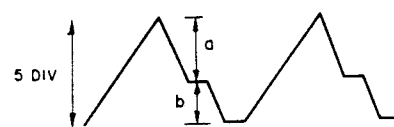

Fig. 14-7 Forme d'onde
3. Si la forme d'onde est semblable à celle de la Fig. 14-7, faire varier le gain du oscilloscope jusqu'à ce qu'elle soit en dents de scie avec 5 divisions crête à crête puis, en se reportant à la Fig. 14-7, régler VR1 jusqu'à ce que a à b soit égal à 2.8 à 2.2 (veiller à ce qu'aucun bruit ne gêne le réglage).